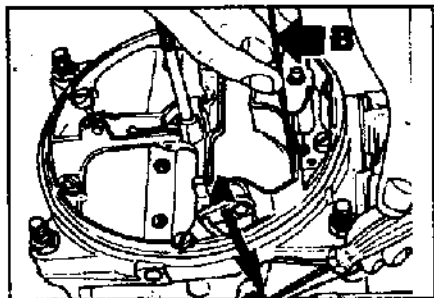

Рис.5 Измерение зазора воздушной заслонки.
- в) С тыла корпуса воздушной заслонки нажать отверткой на стержень (А) до упора (Рис.5).
- г) Замерить зазор между краем пластины заслонки и корпусом входного тракта карбюратора с помощью сверла соответствующего диаметра (В) (Рис.5).